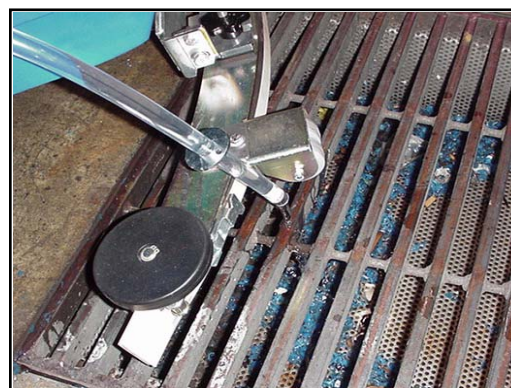

Figure 39
- Vidangez le réservoir de solution (voir figure 39).
Maintenez un coin aiguisé sur le sol pour de meilleurs résultats de nettoyage. Voir la figure 39. To rotate, suivez cette procédure :